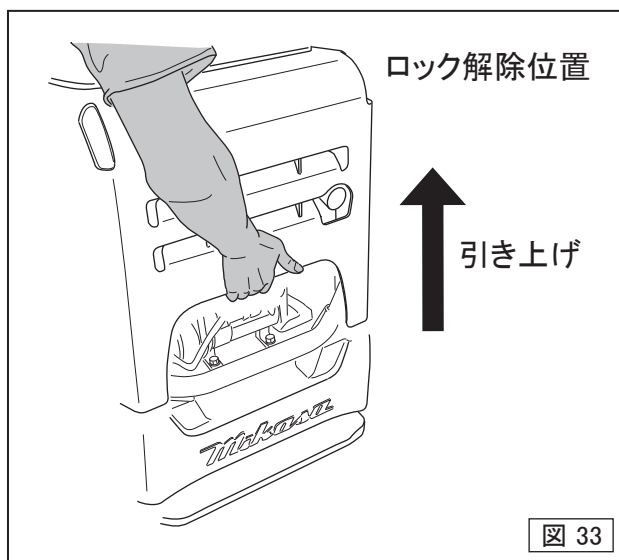

図 33
2. 図の位置(前方)に手を掛けて、ロック解除の位置までフロントカバーを引き上げます。(図33)